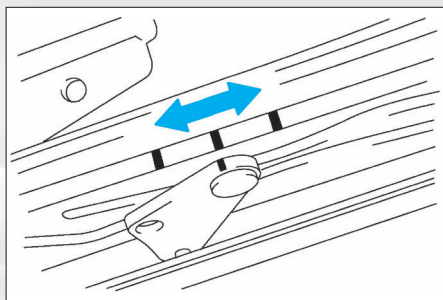

FIG. 83
- A l'aide d'un tournevis, faire glisser le câble d'entraînement du toit ouvrant afin d'aligner les repères (Fig.83).